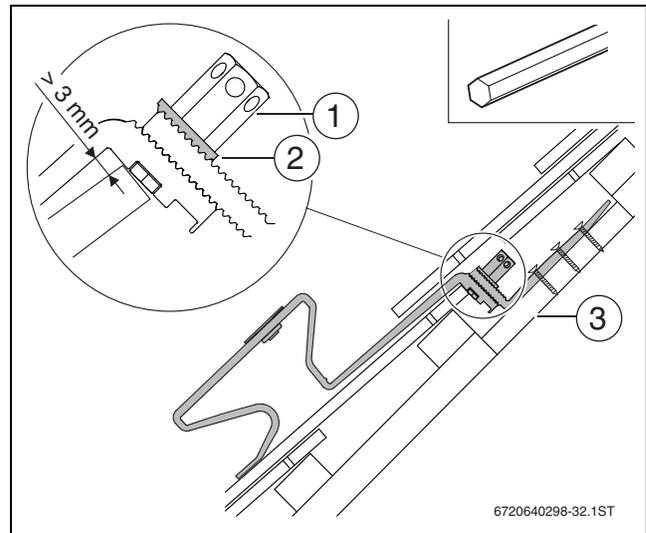

Bild 25
- ▶ Wenn erforderlich, auf den Sparren ausreichend tragfähige Bretter/Bohlen befestigen (→ Bild 25 [3]). Wenn erforderlich, Konterlatung in diesem Bereich entfernen.
Der Dachhaken benötigt an der Dachziegeloberkante einen Mindestabstand von 3 mm (→ Bild 25).